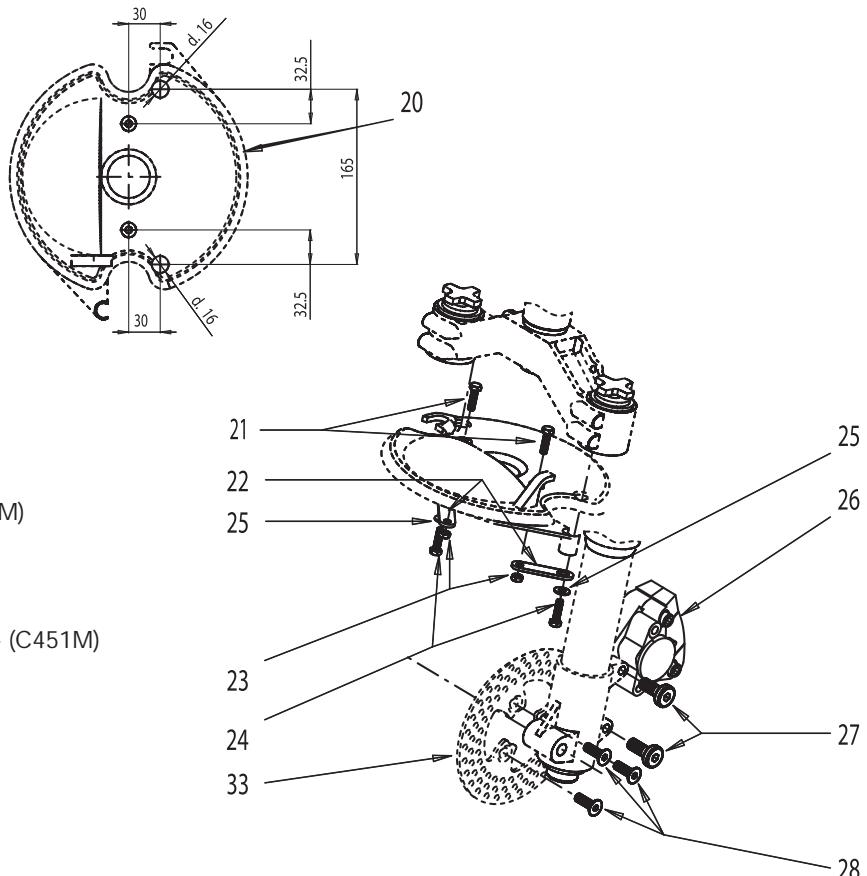
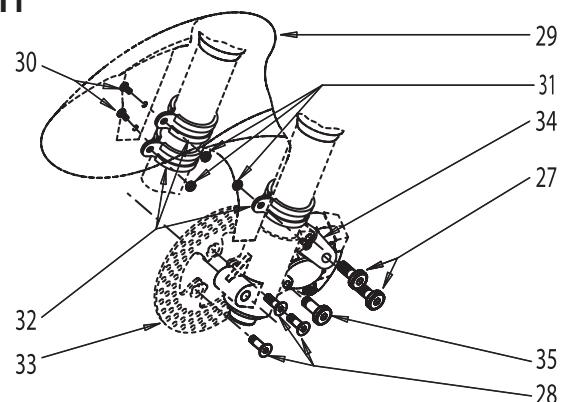
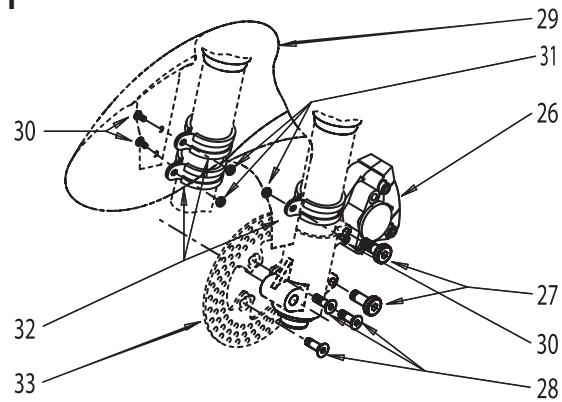

Fig. 3
Fig. 4
Fig. 5
- parafango superiore (part. 20, **Fig. 3**).
Svasare la sede delle viti di fissaggio sul disco freno in modo che le viti date in corredo (part. 28, **Fig. 3** e **Fig. 4**) non sporgano dal piano del disco per più di 2 mm. Fissare ora il disco freno così modificato alla ruota originale serrando a fondo le tre viti utilizzando un blocca filetti tipo Loctite 242. Prestare attenzione al senso di rotazione del disco inciso sul disco stesso.
- the upper fender (part. 20, **Fig. 3**) if present.
Countersink the housing of the fixing screws on the brake disc so that the screws supplied (part. 28, **Fig. 3** and **Fig. 4**) do not protrude from the surface of the disc by more than 2 mm. Now attach the brake disc modified in this way to the original wheel by firmly tightening the three screws using Loctite 242-type thread glue. Respect the disc rotation direction cut into the disc itself. If the original disc shows signs of irregular rotation (of more than 0.1 mm) or excessive wear, replace it with a Malossi brake disc.
NOTE: When assembling the **46 9550** fork, drill two 16 mm diameter holes on the original fender (part. 20, **Fig. 3**) as shown in **Fig. 3**.
- vorhanden) (Teil 20, **Fig. 3**).
Senken sie die Sitze der Befestigungsschrauben an der Bremsscheibe so an dass die mitgelieferten Schrauben nicht mehr als 2 mm über die Bremsscheibe überstehen. (Teil 28, **Fig. 3** und **Fig. 4**). Bauen sie nun die so bearbeitete Bremsscheibe an das originale Rad an. Kleben sie die Schrauben mit Locite 242 Schraubensicherungskleber ein. Achten sie bei der Montage auf die Drehrichtung der Bremsscheibe. Sollte die originale Bremsscheibe unrund laufen (mehr als 0,1 mm) oder verschlissen sein montieren sie als Ersatz eine Malossi Bremsscheibe.
parafango originale (part. 20, **Fig. 3**) come indicato in **Fig. 3**.
Montare sul parafango originale (part. 20, **Fig. 3**), servendosi dei due bulloncini (part. 21, **Fig. 3**) le due staffe (part. 22, **Fig. 3**) che servono per fissare il parafango alla
Using two bolts (part. 21, **Fig. 3**), assemble the two brackets (part. 22, **Fig. 3**) on the original fender (part. 20, **Fig. 3**) that fasten the fender to the fork. Before bolting the fender on the fork using the two M5 bolts (part. 24, **Fig. 3**), carefully center the fender on the fork, after which the bolts (part. 24, **Fig. 3** and
Durchmesser in den originalen Kotflügel (Teil. 20, **Fig. 3**) wie auf **Fig. 3** ersichtlich.
Montieren sie die beiden Halterungen mit denen der Kotflügel an der Gabel befestigt wird mit zwei Schrauben (Teil 21, **Fig. 3**, Teil 22, **Fig. 3**) auf dem original Kotflügel (Teil 20, **Fig. 3**). Bevor sie den Kotflügel an der Gabel mit den beiden M5 Schrauben (Teil 24, **Fig. 3**)
forcella. Prima di serrare il parafango sulla forcella tramite i due bulloncini M5 (part. 24, **Fig. 3**) bisogna avere cura di centrare il parafango al centro della forcella, dopo di che si possono stringere i bulloni (part. 24, **Fig. 3** e part. 21, **Fig. 3**).
Inserire nello stelo destro le due fascette gommate in dotazione (part. 32, **Fig. 4** e **Fig. 5**) ed inserire la terza fascetta nello stelo sinistro. Con i tre bulloncini (part. 30, **Fig. 3** e **Fig. 4**) con testa bombata ed i dadi autobloccanti (part. 31, **Fig. 4** e **Fig. 5**) fissare il parafango (part. 29, **Fig. 4** e **Fig. 5**) agli steli della forcella, avendo cura di lasciare 10-15 mm fra la ruota ed il parafango e centrando il parafango rispetto alla forcella.
part. 21, **Fig. 3**) can be tightened.
Insert the two hose clamps supplied (part. 32, **Fig. 4** and **Fig. 5**) into the right fork rod and insert the third clamp into the left fork rod. Using the three crown head bolts (part. 30, **Fig. 4** and **Fig. 5**) and the self-locking nuts (part. 31, **Fig. 4** and **Fig. 5**) fasten the fender (part. 29, **Fig. 4** and **Fig. 5**) to the fork's rods, making sure to leave a gap of 10-15 mm between the wheel and the fender and making sure to center the fender over the fork.
festschrauben richten sie den Kotflügel sorgfältig auf der Gabel aus. Danach können die Schrauben (Teil 24, **Fig. 3** und Teil 21, **Fig. 3**) angezogen werden.
Befestigen sie die zwei der mitgelieferten Führungen (Teil 32, **Fig. 4** und **Fig. 5**) am rechten Holm der Gabel, den dritten am linken Gabelholm. Benutzen sie dazu die drei Kronenkopfschrauben (Teil 30, **Fig. 4** und **Fig. 5**) und die selbstsichernden Muttern (Teil 31, **Fig. 4** und **Fig. 5**). Ziehen sie den Kotflügel an den Gabelholmen fest (Teil 29, **Fig. 4** und **Fig. 5**), achten sie dabei darauf dass zwischen Reifen und Kotflügel 10-15mm Luft sein müssen, und dass der Kotflügel mittig über dem Rad stehen sollte.